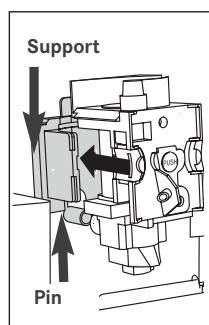

Abb. 42
- ▶ Setzen Sie die Brühgruppe (A5) nach der Reinigung wieder ein. Schieben Sie sie dazu auf die Halterung und den Stift unten im Geräteinneren und drücken Sie dann auf PUSH, bis sie mit einem Klicken einrastet (Abb. 42).